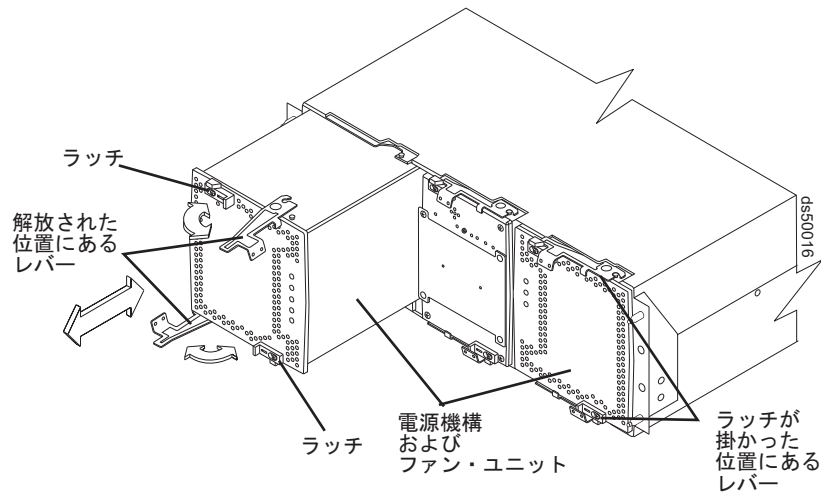

図 130. DS5100 または DS5300 からの電源機構およびファン・ユニットの取り外し
9. 障害を起こした電源機構およびファン・ユニットの上部および下部のレバーのラッチを外します。両方のレバーを同時に外に回転させ、障害を起こした電源機構およびファン・ユニットを取り外します。(238 ページの図 130 に、スト